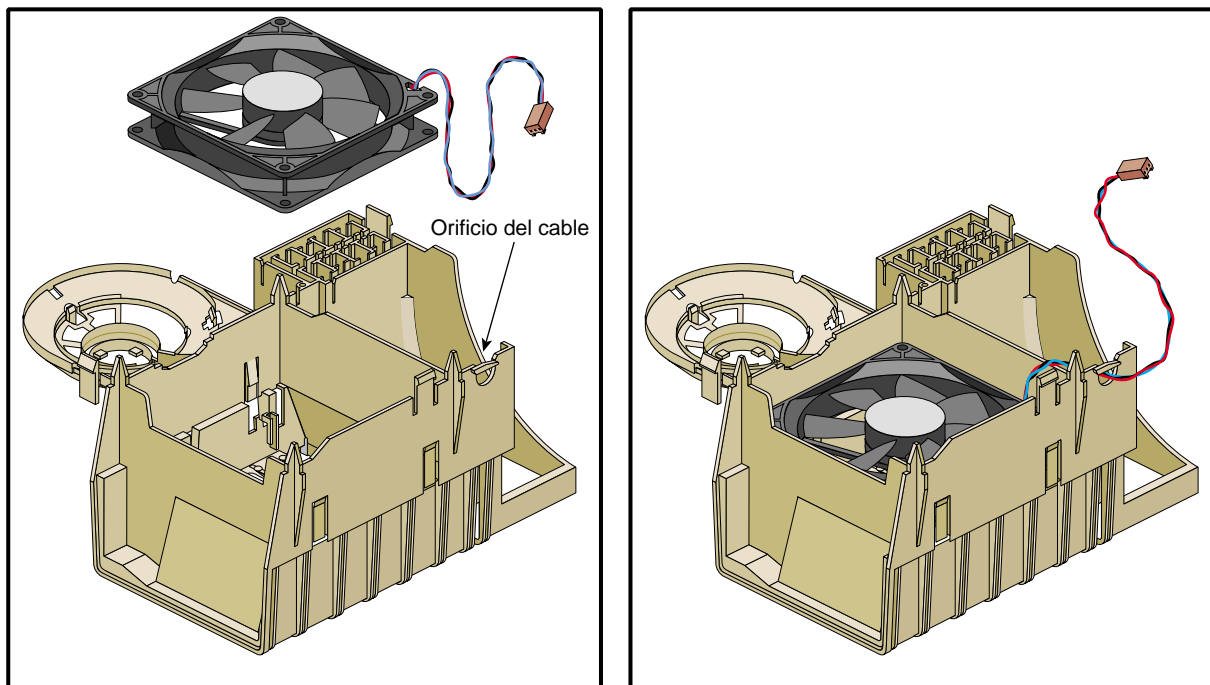

Figura 2-16 Instalación del ventilador en el marco de plástico
2. Introduzca el ventilador en su compartimento. Compruebe que el cable del ventilador esté junto a la ranura del marco de plástico, como se muestra en la Figura 2-16.
4. Pase el conector del cable a través del orificio colocado junto a la ranura del cable y tire del cable, como se muestra en la Figura 2-16.